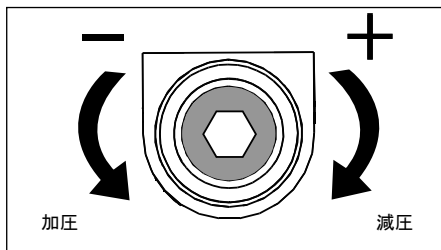

図14: 逃がし弁調整ネジ
4. 7/32" アレンレンチを使用して、リリーフ弁の調整ネジを2回転ほどさせてゆるめます。図14を参照してください。